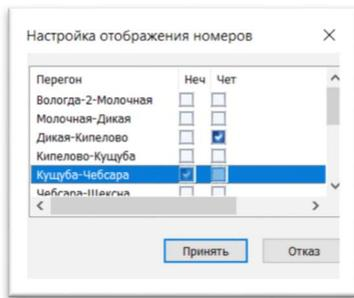

Рис.52. Выбор перегона на котором будет отображаться номер поезда
6. Для выбора места отображения номеров поездов на нитях нажать кнопку «Настроить» в разделе «Отображение номеров поездов» и поставить галочку напротив соответствующего перегона для четных и нечетных поездов в окне «Настройка отображения номеров». После выбора места отображения номеров нажать кнопку «Принять» (см. рис. 52).